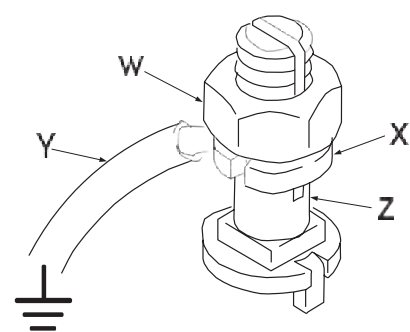

Рисунок 2
- (1) Насос:
- Используйте провод заземления (см. рис. 2).
- (2) Воздушный компрессор:
- (3) Пистолет-распылитель:
- (4) Контейнер для жидкости:
- (5) Окрашиваемый объект:
- (6) Ёмкости с растворителем (при промывке):